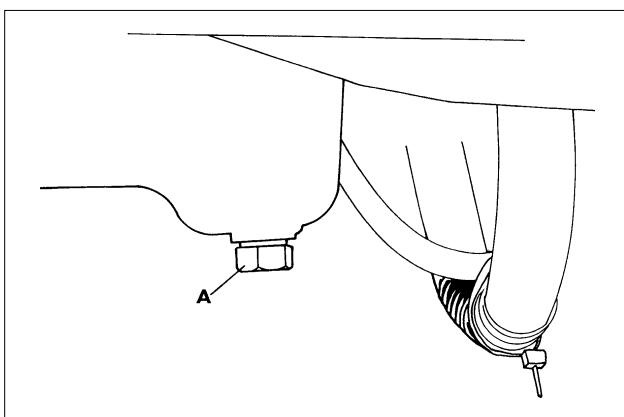

Fig.24
- (a) After first warming up the engine remove the drain plug (A Fig.24) and drain all the oil from the crankcase sump.
- Warm eerst de motor op. Verwijder de aftapplug (A fig. 24) en tap alle olie uit het ondercarter af.
- Après avoir fait chauffer le moteur enlever le bouchon de vidange (A fig. 24) et vider le fond de carter